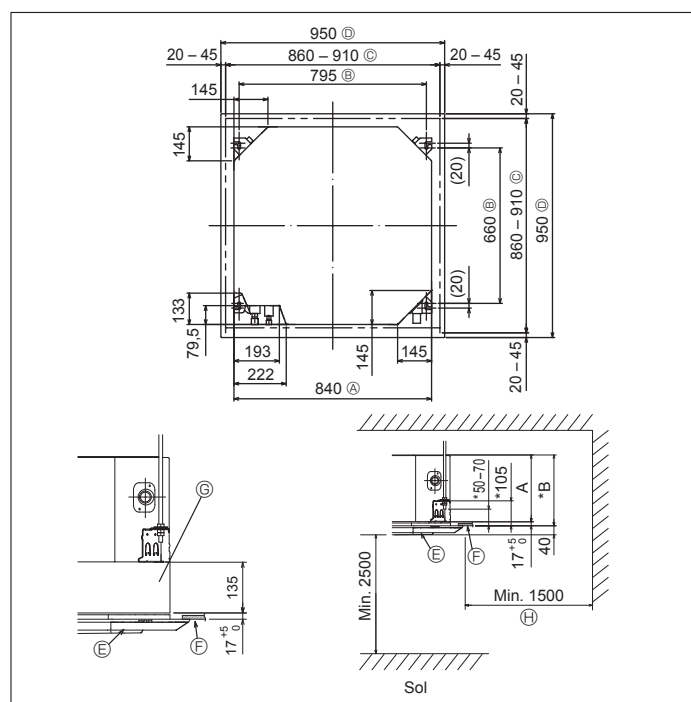

Fig. 3-2
④	Courroie (large)	8
⑤	Courroie (petite)	1
⑥	Prise d'écoulement	1
⑦	Isolation	1
3.2. Ouvertures dans le plafond et emplacement des boulons de suspension (Fig. 3-2)
* Les dimensions de l'ouverture dans le plafond peuvent être définies au sein de la plage indiquée dans la Fig.3-2 ; centrer l'appareil principal par rapport à l'ouverture dans le plafond, en veillant à la symétrie de chaque côté par rapport à l'orifice.